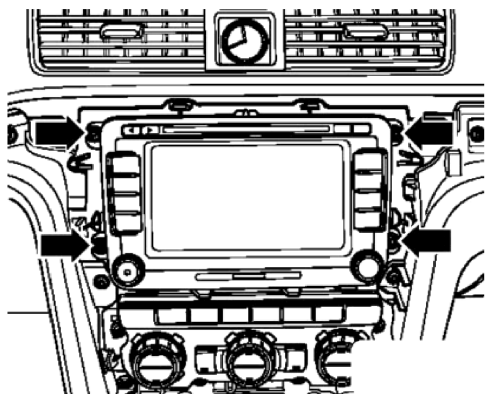

图 5-5-1 拆卸固定螺钉
- ① 取出收音机装置内的 CD 光盘。
- ② 关闭点火开关并断开所有用电器, 拔下点火钥匙。
- ③ 拆卸仪表板中央饰板。
- ④ 旋出收音机的固定螺钉(箭头处), 如图 5-5-1 所示。